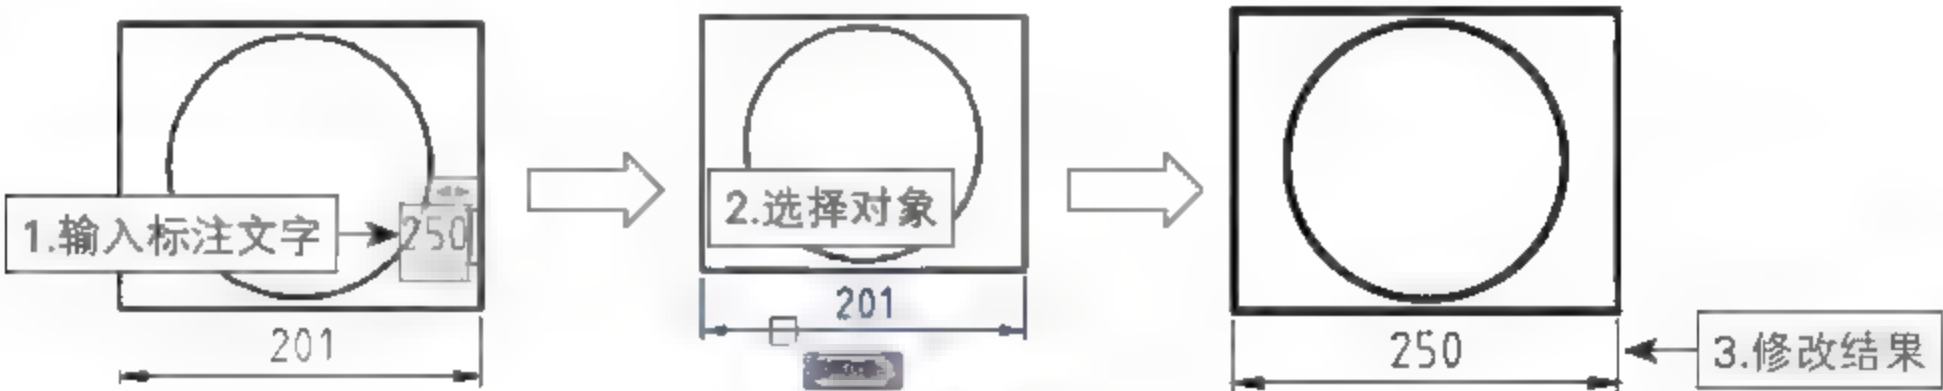

图5-131 新建标注文字
- 新建(N)：选择该选项后，弹出文字编辑器，选中输入框中的所有内容，然后重新输入需要的内容 单击【确定】按钮，返回绘图区域，单击要修改的标注，按Enter键即可完成标注文字的修改。操作过程如图5-131所示。